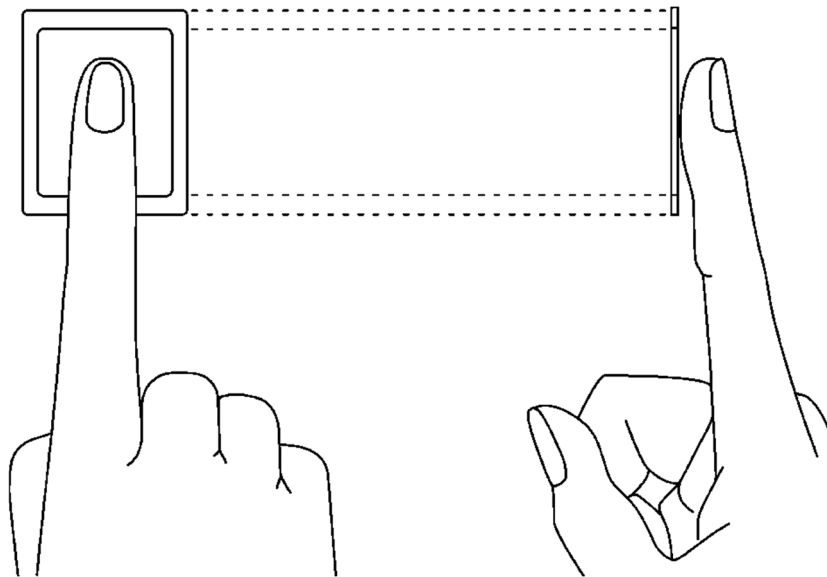

Fig. 5 Colocación correcta del dedo en el escáner óptico
- En la fig. 5 se muestra la colocación adecuada de los dedos para la lectura de las huellas dactilares. En el caso de los niños (huellas dactilares pequeñas) se recomienda verificar la lectura de las huellas dactilares antes de la instalación de LECTOR HUELLAS FPAC-MAX.